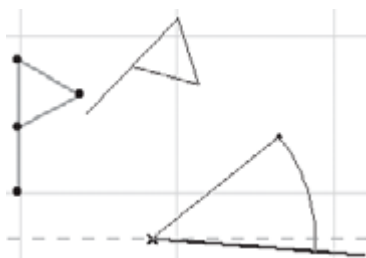

Рис. 4.11. Поворот объекта
5. Щелчком кнопки мыши укажите конечную точку дуги поворота. Операция выполнена (рис. 4.11).